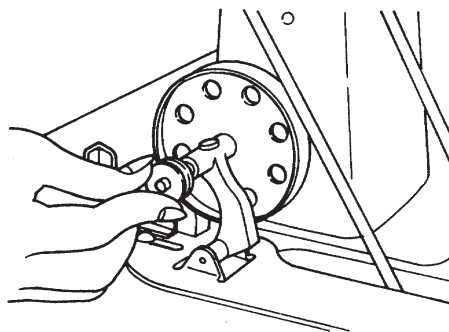
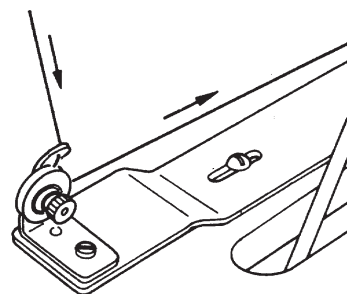
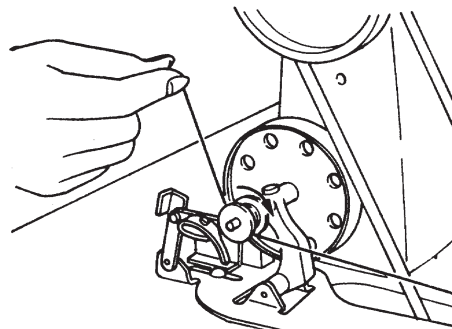
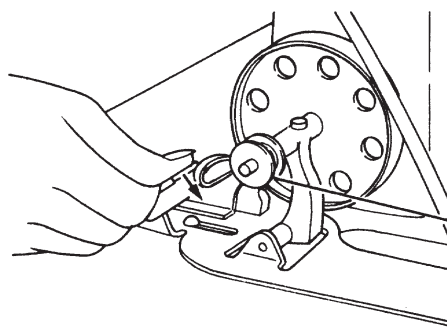

Fig. 13 ① Inserte el carretel en el eje de la polea
Fig. 14 ② Hilo entre los discos de tensión
Fig. 15 ③ Enrolle el hilo en el carretel
Fig. 16 ④ Baje el fiador
① Primero, inserte el carretel en el eje de la polea del bobinador, hasta el fondo. (Fig. 13). ② Saque el hilo del carrete de hilo, páselo por el ojal guía en el herraje de tensión del hilo, enróllelo desde el lado opuesto de los 2 discos de tensión, dirigiéndolos hacia el operario. (Fig. 14). ③ Luego enróllelo 3 a 4 veces alrededor de la bobina, desde el lado inferior. (Fig. 15). ④ Si se hace descender al fiador, hacia adelante, empujándolo con el dedo pulgar, la polea del bobinador tendrá contacto con la correa. (Fig. 16). Haga funcionar la máquina. Cuando en el carretel haya hilo suficiente, se soltará el fiador deteniéndose el bobinador, completando el enrollado del carretel.